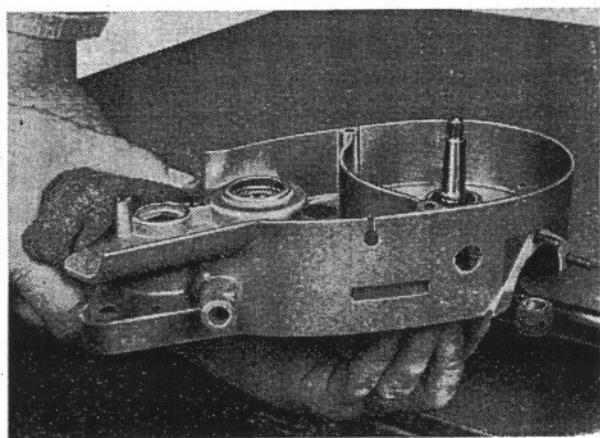

Abb. 33 Kurbelwelle aus der erwärmten linken Gehäusehälfte ausbauen
9. Linke Gehäusehälfte auf 80 bis 90° C erwärmen, dabei die Radialdichtringe abdecken und die Kurbelwelle mit dem Rillenlager herausnehmen. Wenn erforderlich, Gehäuse auf eine Holzunterlage aufstoßen, wie aus Abb. 33 ersichtlich.